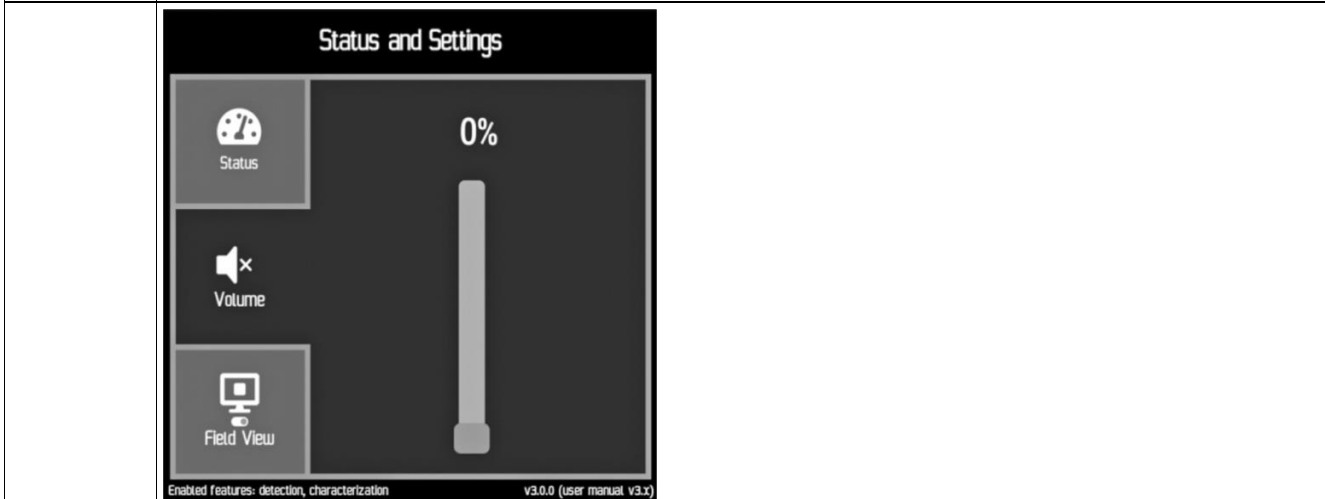

Figura 13: Exemplo de Estado do Sistema e Configurações - Volume desabilitado
- NOTE** Quando o volume está desabilitado é claramente identificado no menu do software GI Genius™ . Consultar **Figura 13**.